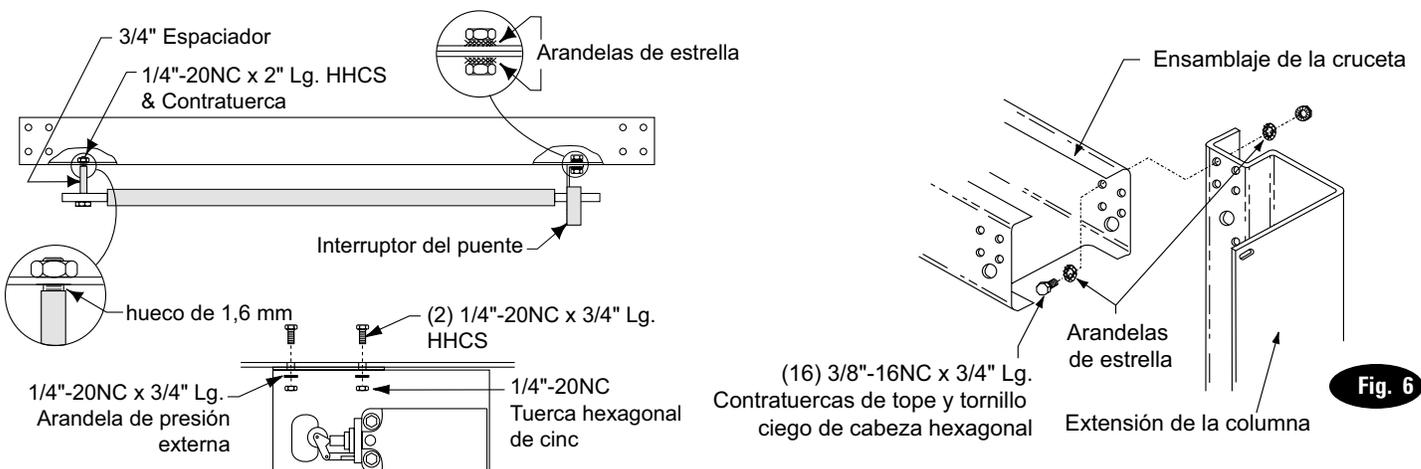

Fig. 6
7. Instale el ensamblaje de la cruceta en las extensiones de columna con tornillos ciegos de cabeza hexagonal (16) 3/8"-16NC x 3/4" long., contratuercas de tope y arandelas de estrella, Fig. 6.